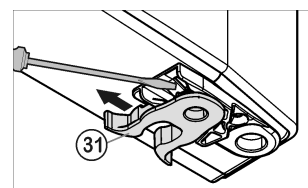

Fig. 7
- Pružinovou svorku Fig. 7 (31) přesadit: Stisknout zářezku pro uchycení, přesto stáhněte pružinovou svorku.